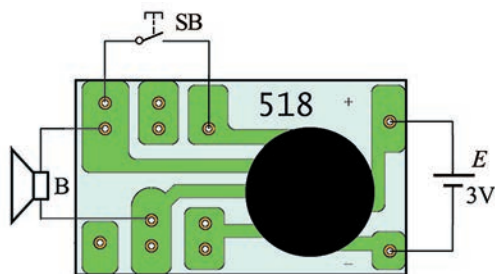

图 2-60
(1) 按照图 2-60 所示, 在鸟叫音乐集成电路的左端接上扬声器 B, 上端接上按钮开关 SB, 右端接 3 V 电源, 合上按钮开关, 能从扬声器中听到鸟叫声, 但是声音不大。